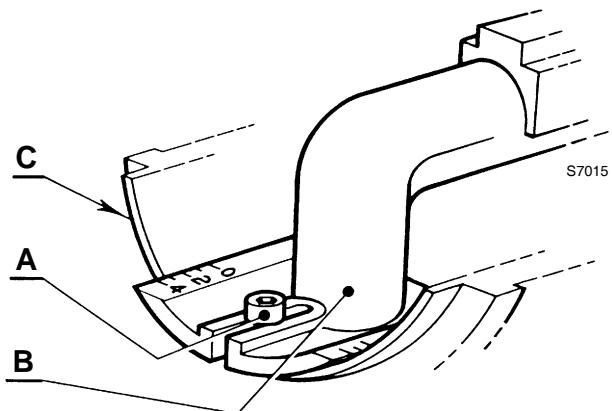

图 12
- 拧松螺丝 A) (图 12), 移动弯头 B) 使之与连接器 (C) 的端面对齐到设定的刻度。